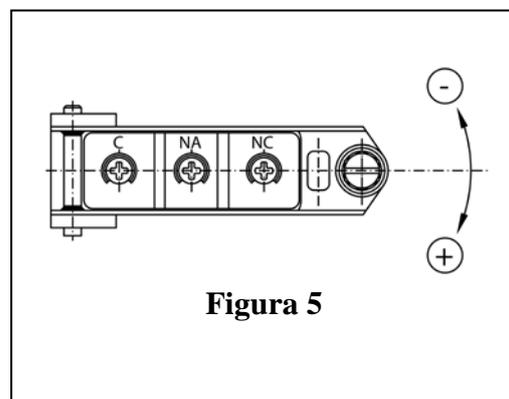

Figura 5
Os pressostatos tipo: **3.26 - 3.27 - 3.30** e os pressostatos diferenciais **3.28 - 3.29** são equipados de bloco interno com terminal e parafuso (Figura 5) com cabos de seção máxima de 2.5 mm² e terminal terra seja interno o externo e dotado com terminais.
1. Conectar o microinterruptore em série a uma lampada de sinalização ou fonte sonora como indicado na figura 5, de modo de ter um sinal evidente de referencia de atuação;